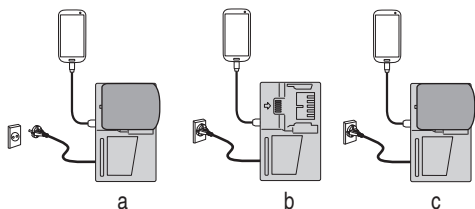

Fig. 7
- Chargement d'un périphérique USB à l'aide d'une batterie (Fig. 7-a)
- Charger un dispositif USB à partir d'une prise électrique (Fig. 7-b)
- Charger un dispositif USB et une batterie à partir d'une prise électrique (Fig. 7-c)